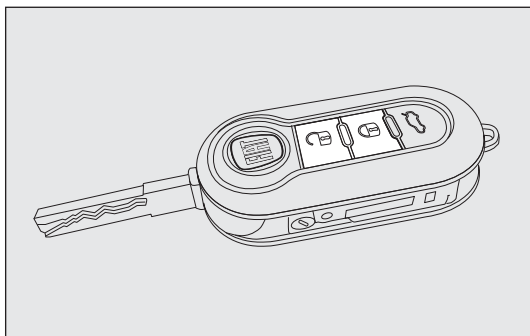
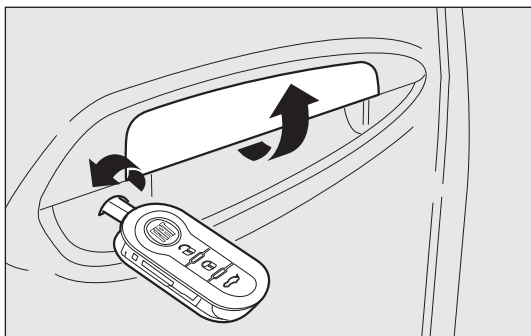
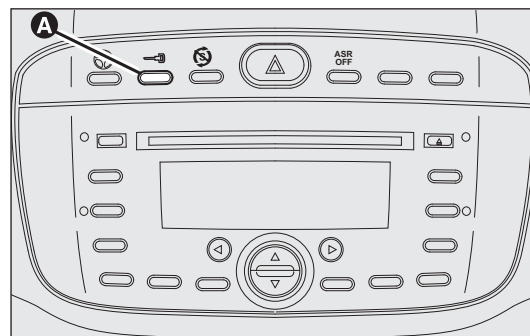

рис. 78
рис. 79
рис. 80
Закройте двери и нажмите кнопку  на пульте ДУ – рис. 78 или вставьте и поверните металлическое жало в замок двери водителя по часовой стрелке – рис. 79. На блокировку замков дверей указывает одно включение контрольной лампы на кнопке А – рис. 80. Блокировка замков дверей включается, только если все двери закрыты. Если одна или несколько дверей открыты кнопкой  на пульте ДУ – рис. 78, указатели направления и контрольная лампа на кнопке А – рис. 80 быстро мигают в течение примерно 3 секунд.
Если одна или несколько дверей открыты металлическим жалом ключа, только контрольная лампа на кнопке В – рис. 80 быстро мигает в течение примерно 3 секунд. Если двери закрыты, а крышка багажника осталась открытой, происходит блокировка замков дверей: указатели поворота (только при блокировке дверей нажатием кнопки  – рис. 78) и контрольная лампа на кнопке А – рис. 80 быстро мигают в течение примерно 3 секунд.
При включенной функции блокировки замки дверей можно все равно открыть кнопкой А – рис. 80 на центральной консоли.
Быстрым двойным нажатием кнопки  на пульте ДУ – рис. 78 включается устройство dead lock (см. параграф «Устройство dead lock»).
Кратко нажмите на кнопку  – рис. 78, чтобы открыть замки дверей на расстоянии, временно включить внутренние плафоны и двойную вспышку указателей поворота; для этого можно также вставить в замок двери водителя и повернуть против часовой стрелки металлическое жало ключа, как показано на рис. 79.
Нажмите кнопку А – рис. 80, чтобы замкнуть/разомкнуть замки всех дверей. На кнопке имеется контрольная лампа, указывающая на состояние дверей автомобиля (замкнуты или разомкнуты). Когда замки дверей заблокированы, на кнопке горит контрольная лампа, одно нажатие на кнопку вызывает централизованную разблокировку замков всех дверей и выключение контрольной лампы. Когда замки дверей разблокированы, контрольная лампа на кнопке не горит и одно нажатие кнопки вызывает централизованную блокировку замков всех дверей. Блокировка замков дверей включается, только если все двери плотно закрыты.
разблокировка дверей невозможна с помощью кнопки А – рис. 80 на центральной консоли.
- кнопки А – рис. 80 блокировки/разблокировки,
Устройство включается автоматически во всех замках дверей, если два раза быстро нажать на кнопку  на ключе с пультом ДУ – рис. 78.
Включение устройства обозначается 3 вспышками указателей поворота и миганием контрольной лампы на кнопке А – рис. 80, расположенной на центральной консоли.